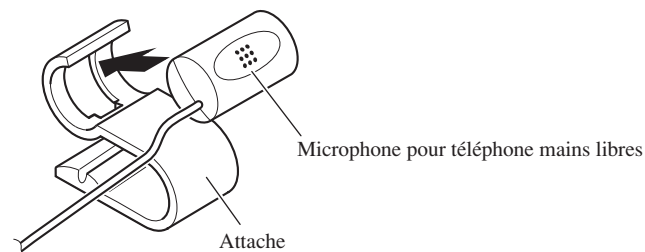

Fig. 12
1. Fixez le microphone sur l'attache fournie. (Fig. 12)